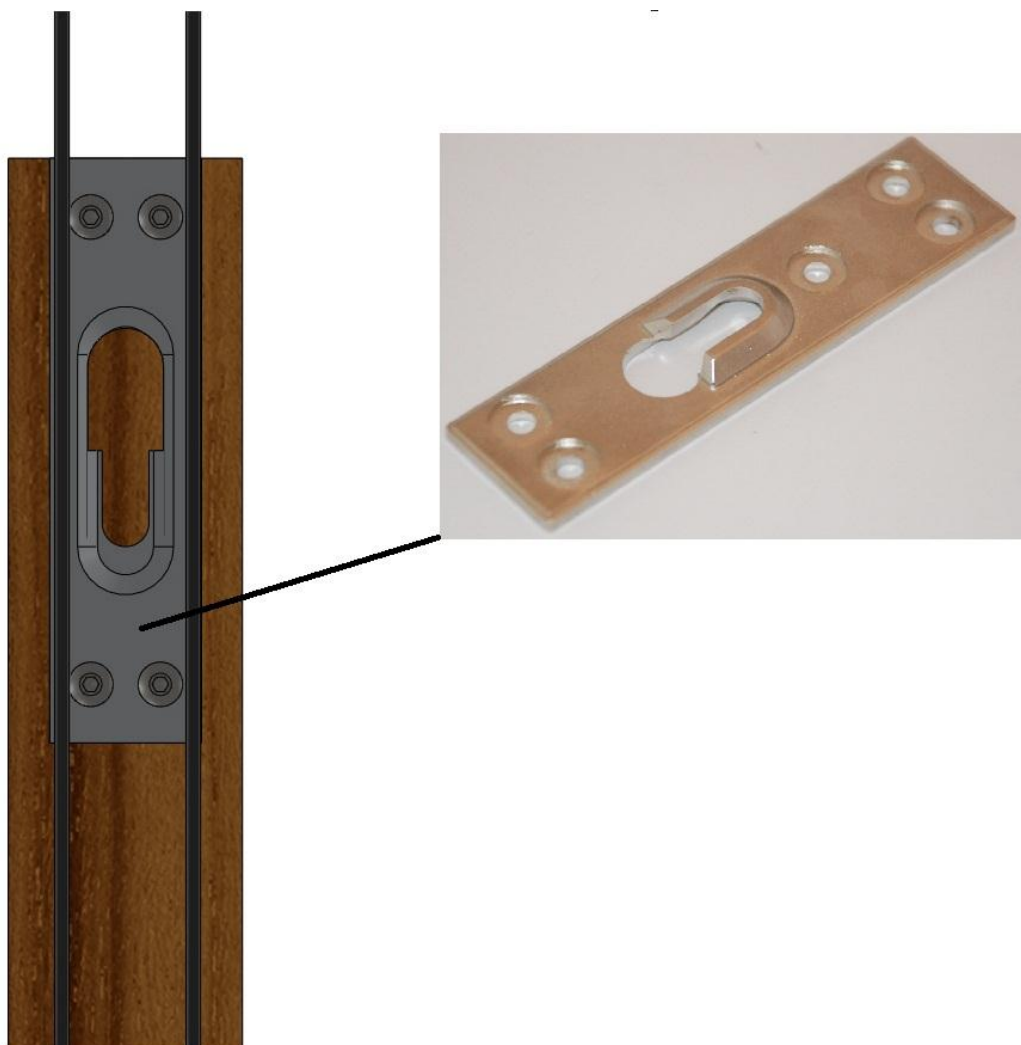

Рис. 3
4. К торцевой части полотна, по краям, прикручиваем крепежные планки, таким образом что бы в зависимости от толщины дверного полотна планка располагалась по середине . (см. рис.3)